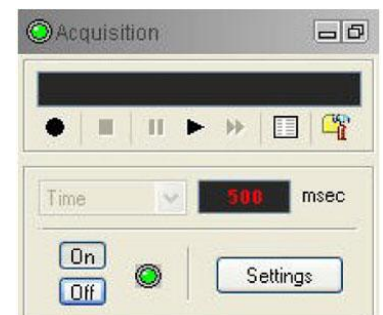

Рисунок 4-2 Панель Acquisition
5. На панели сбора данных **Acquisition** (Рисунок 4-2) выберите режим сбора данных по глубине или по времени (depth или time). Щелкните мышкой на кнопке **Settings** и задайте нужную частоту взятия отсчетов. Запустите процесс сбора данных (щелкните на кнопке **ON**).
6. На панели сбора данных **Acquisition** (Рисунок 4-2) нажмите кнопку **Record**, укажите название файла и начните проведение каротажа.